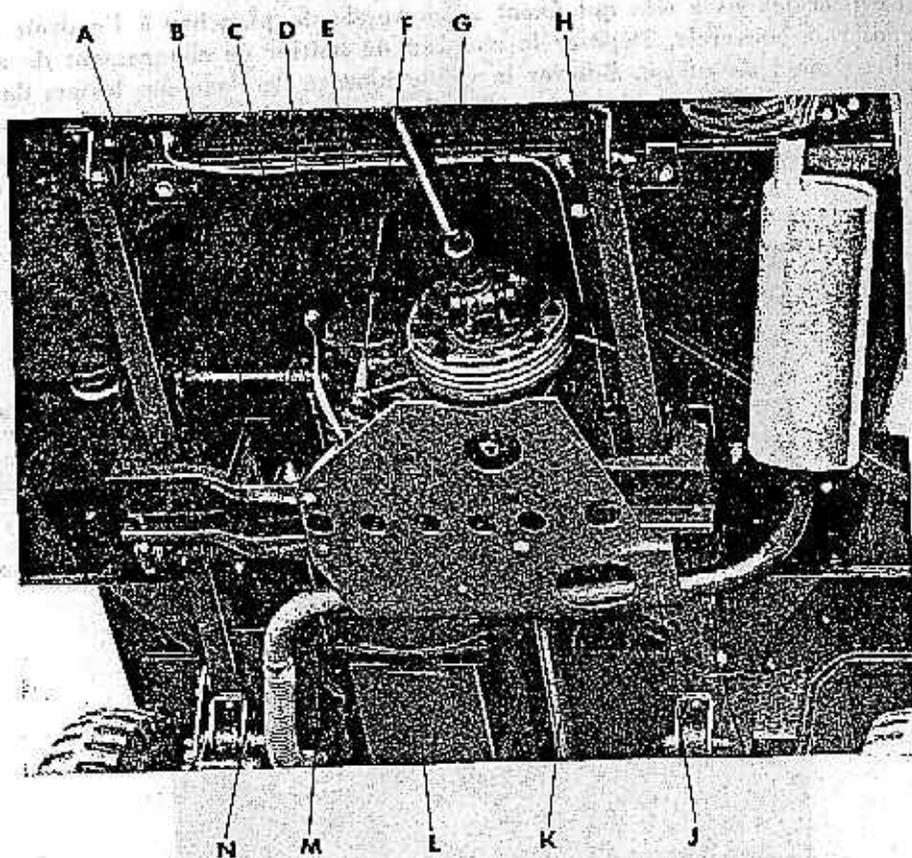

FIGURE 6. — Transmission en place.
B. — Dépose de la plaque protectrice de boîte de vitesse (fig. 6).
C. — Déposer les ressorts de frein et le flexible du compteur de vitesse (fig. 6).
D. — Déposer les câbles du frein à main, d'embrayage et de retenue du moteur (fig. 6).
E. — Déposer les arbres de transmission (fig. 6).
F. — Dépose de la tresse de masse (fig. 6).
I. — *Séparer la boîte de vitesses de la cloche d'embrayage (fig. 6).*
J. — *Déposer la traverse support de boîte de vitesses (fig. 6).*